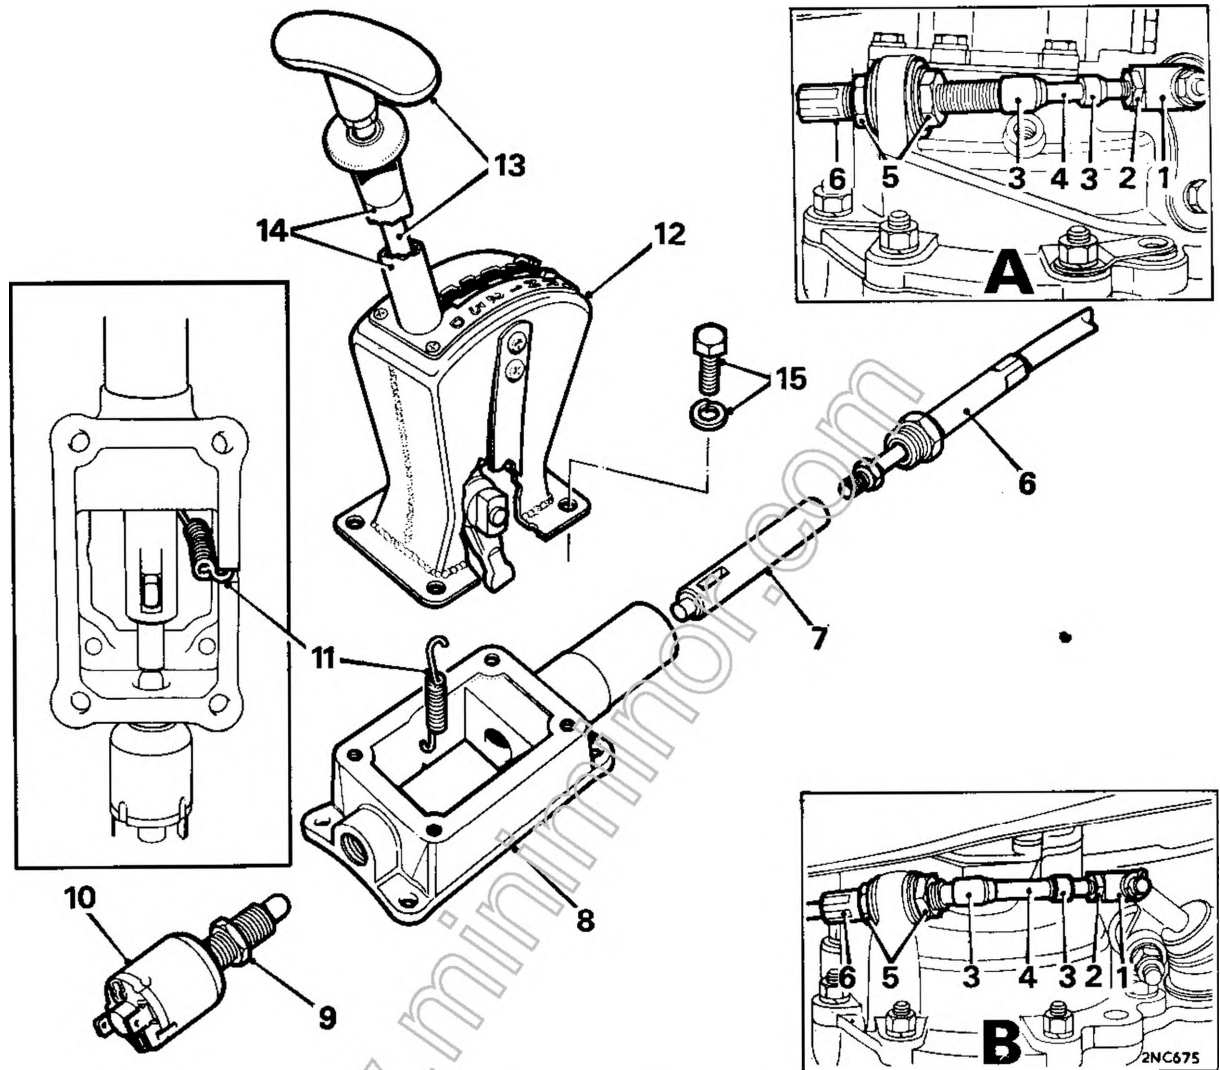

Fig. Fa. 68
10. La ricomposizione è l'opposto della scomposizione. Vedi Fig. Fa. 68 e far sì che la leva selettiva 13 sia inserita nel rilievo del pistoncino 7.